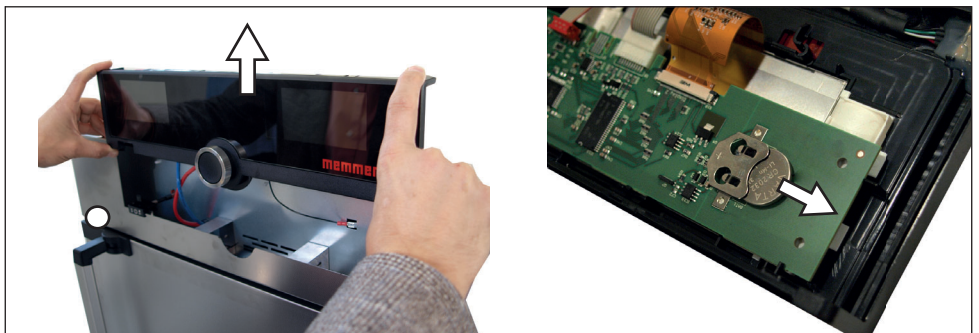

Fig. 34 Quitar la batería de litio
- Los ajustes bloqueados se reconocen por el símbolo de candado que se muestra en el indicador correspondiente (Fig. 34).
4. Retire el dispositivo de almacenamiento de datos USB. Los parámetros bloqueados se reconocen por el símbolo de candado que se muestra en el indicador correspondiente (Fig. 34).